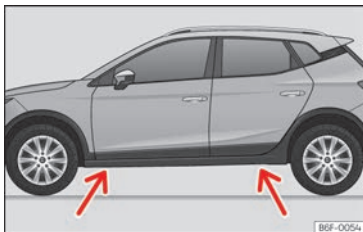

Abb. 197 Aufnahmepunkte für den Wagenheber.
- Suchen Sie am Längsträger die Markierung des Wagenheberaufnahmepunktes (Eindrückung), die dem zu wechselnden Rad am nächsten liegt >>> **[Abb. 197]**.